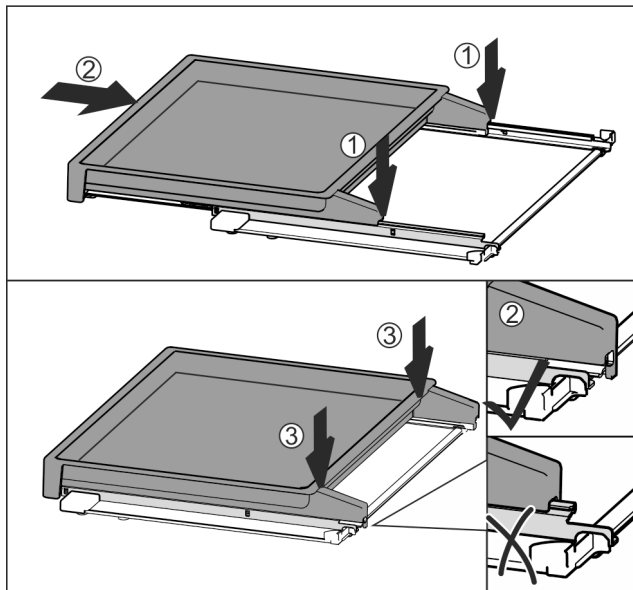

Fig. 180
- ▶ Stavite ga na sredinu vodilica Fig. 180 (1).
- ▶ Izvlačni pretinac pogurnite do kraja Fig. 180 (2).
- ▶ Pritisnite ga na stražnjoj strani tako da se čujno uglati Fig. 180 (3).